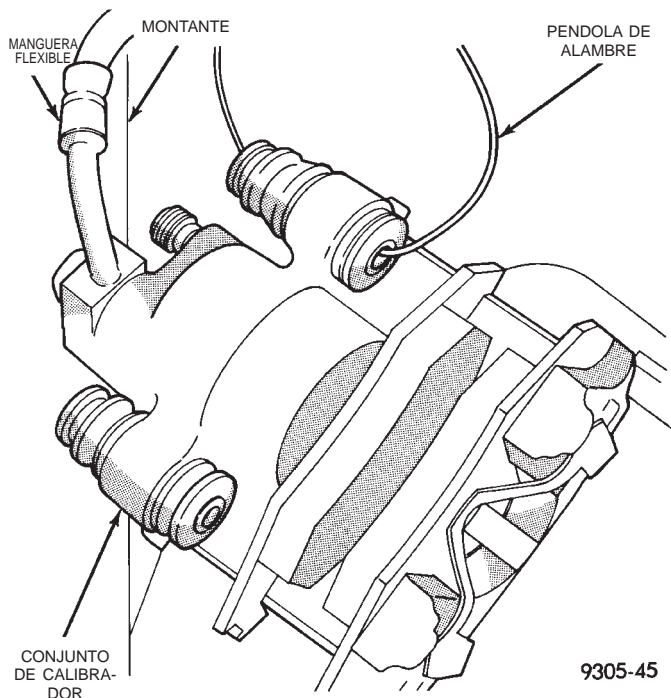

Fig. 76 Cómo se soporta el calibrador
(5) Soporte el conjunto de calibrador firmemente del montante trasero para evitar que el peso del calibrador dañe la manguera de freno flexible (Fig. 76).